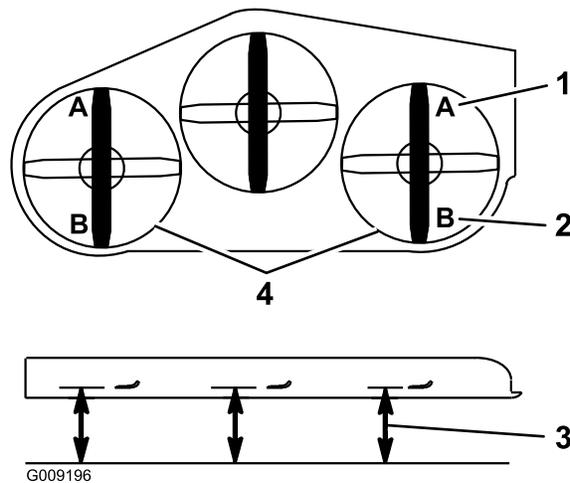

Figura 94
- 9. Su ambo i lati del piatto di taglio, misurate dalla superficie piana all'estremità anteriore della lama (posizione A), come illustrato nella Figura 94.
16. Su ambo i lati del piatto di taglio, misurate dalla superficie piana all'estremità posteriore della lama (posizione B), come illustrato nella Figura 94.